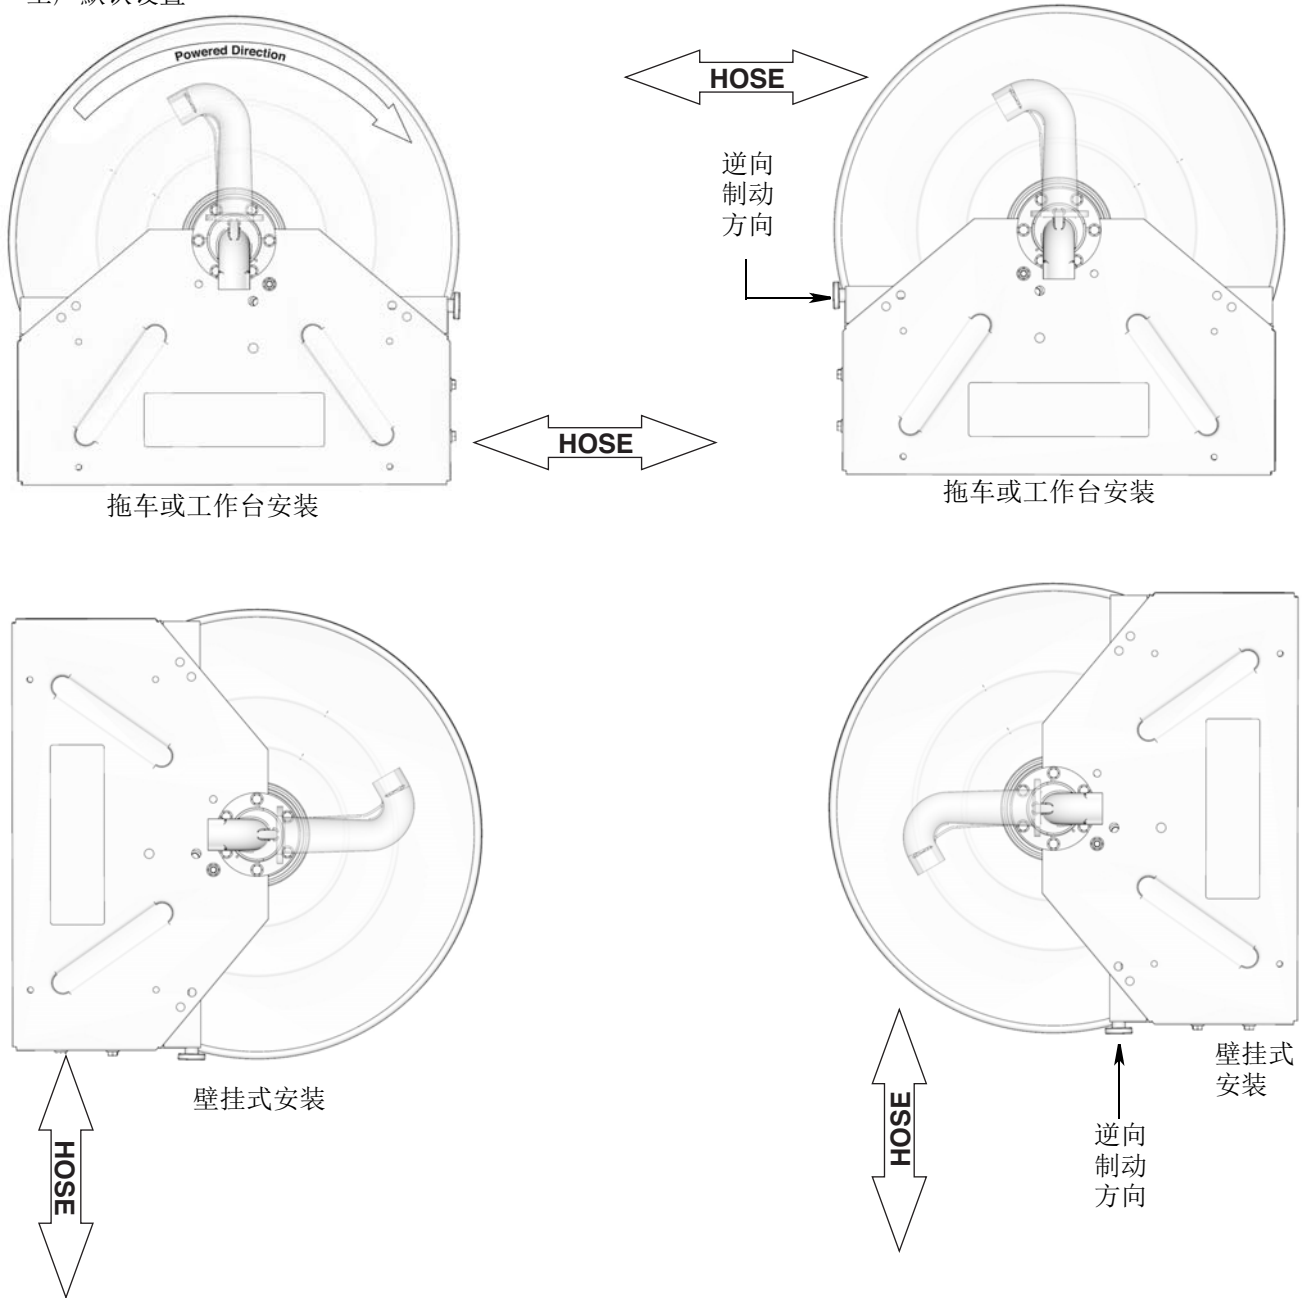
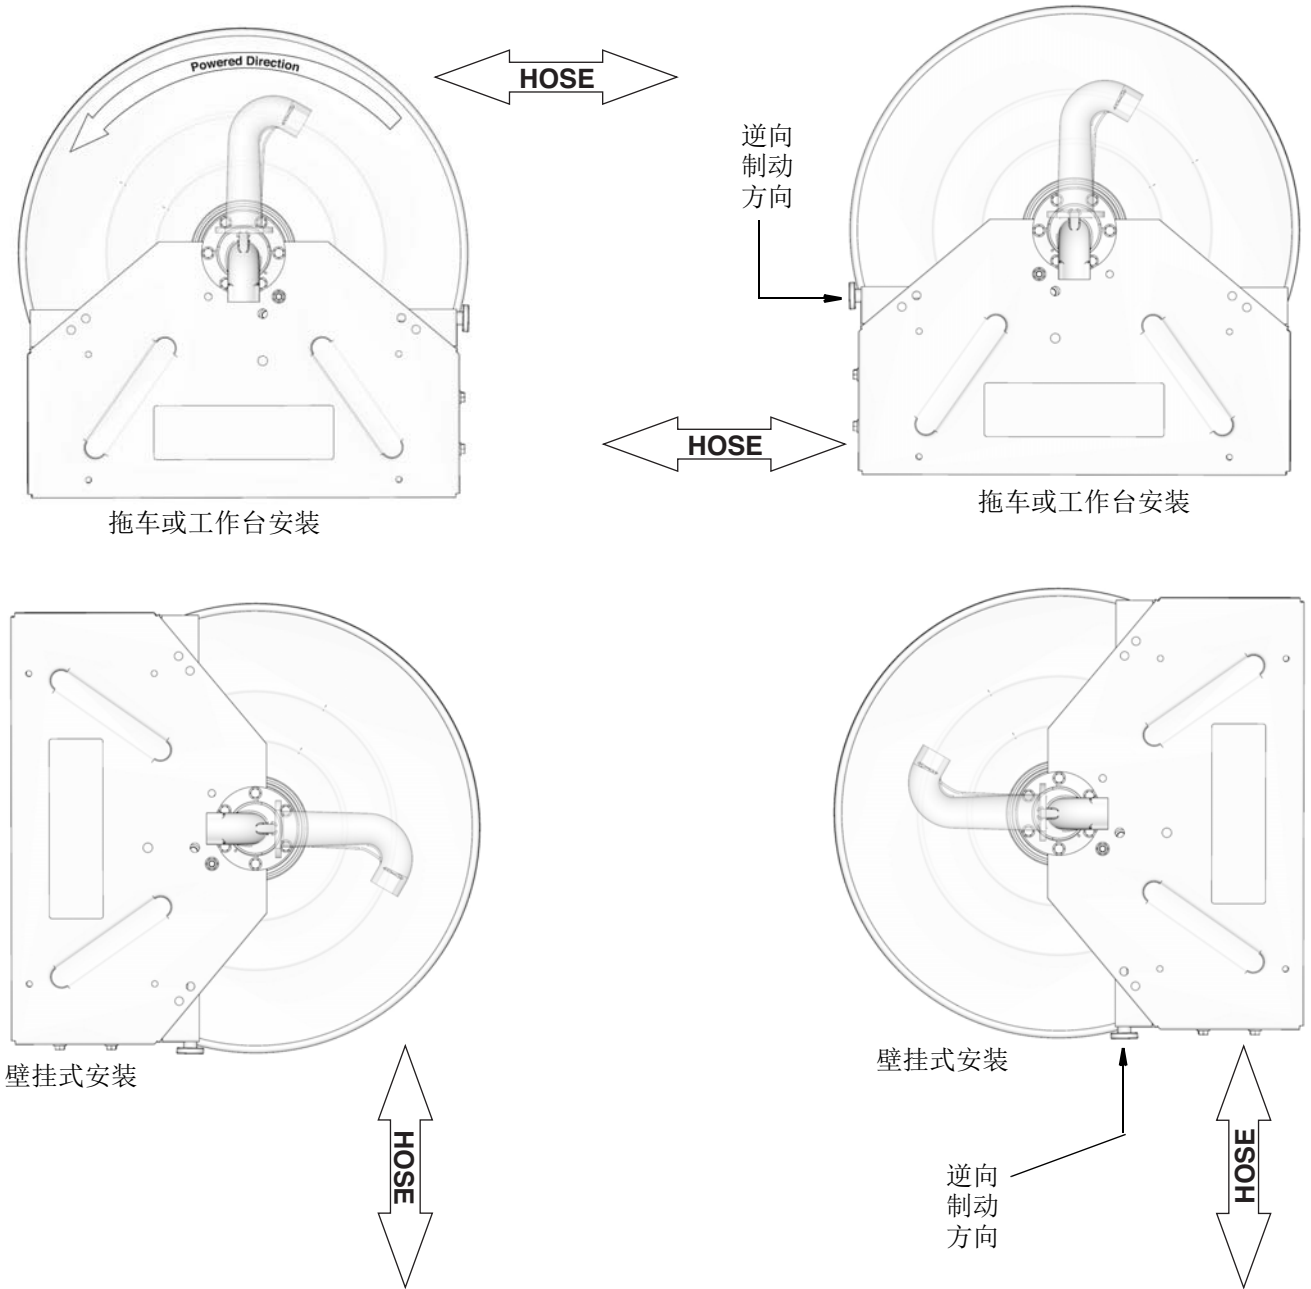

FIG. 22: 所示入口侧
FIG. 23: 所示入口侧
可按 FIG. 22-FIG. 23 中所示，更改出口 (17) 和马达 (26) 的旋转方向。
在 FIG. 22 所示的配置中，自卷盘马达一侧观察，马达接通电源后的旋转方向为逆时针。FIG. 22 中所示的全部四种配置均配有出厂标准的马达旋转和出口方向。
在 FIG. 23 所示的配置中，自卷盘马达一侧观察，马达接通电源后的旋转方向为顺时针。FIG. 23 中所示的全部四种配置均要求马达 (26) 和出口 (17) 逆向。
3. 请为您的安装位置确定正确的出口 (17) 方向。请分别参见第 28 页的 FIG. 22 和第 29 页的 FIG. 23 中的“出口方向和马达旋转”部分内容。